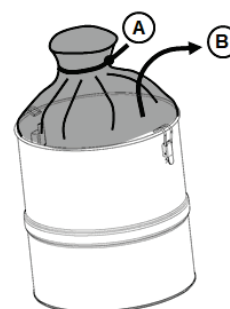
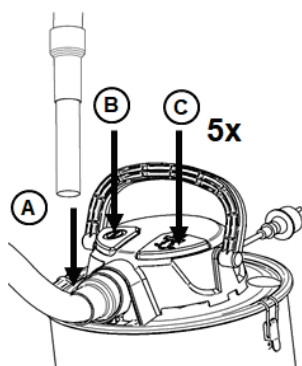

Fig. 8:
Fig.9
O aspirador de pó está equipado com um sistema de limpeza de filtros incorporado. O pó fino e as cinzas obstruem facilmente o filtro. Para limpar o filtro e restaurar o poder de aspiração, proceder como descrito na Fig. 9. Inserir o bocal no suporte (A) para bloquear a aspiração. Ligar o aparelho (B). Aguardar alguns segundos até que o motor tenha atingido a velocidade máxima e o vácuo esteja no seu ponto mais alto. Pressionar o botão de limpeza do filtro 5 vezes (C).
O poder de aspiração é reduzido:	<ul style="list-style-type: none"> <li>- Possivelmente, o reservatório está cheio e tem de ser esvaziado. Ver Fig.8</li> <li>- A mangueira e o bocal podem estar entupidos e necessitam de ser limpos.</li> <li>- Um dos componentes acima referidos pode estar danificado e tem de ser substituído.</li> <li>- O filtro pode estar entupido. Utilizar o sistema de limpeza do filtro (ver Fig. 9) para limpar o filtro.</li> <li>- Substituir o filtro ou certificar-se de que o filtro está instalado corretamente.</li> <li>- A ligação da mangueira está solta e tem de ser apertada.</li> </ul>